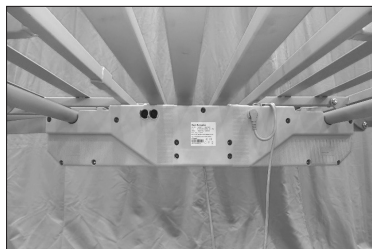

Fig. 11
2. Inserire le linguette delle barre all'interno degli alloggi del motore fino a farle scattare entrambe (Fig. 11)